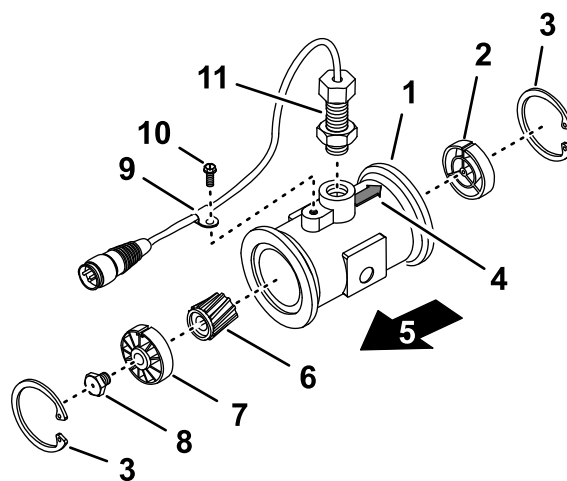

Figura 111
- Retire o anel de retenção do lado superior (Figura 111).